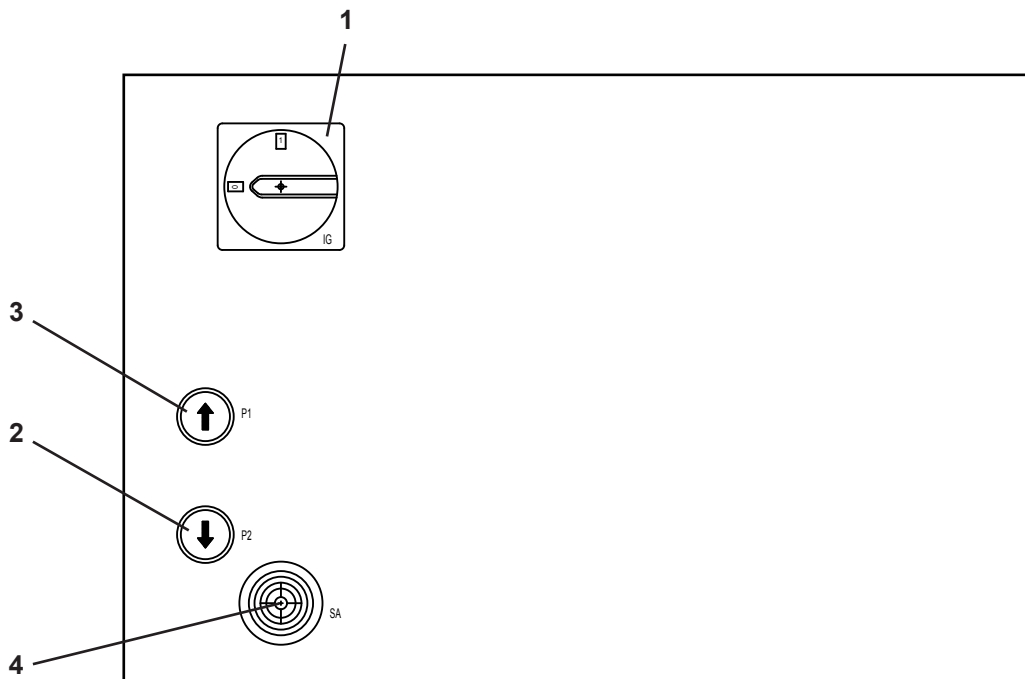

Fig. 30
Salita. (Rif. Fig.30) Interruttore generale (1) in posizione 1. Premere il pulsante di salita (3) fino al raggiungimento dell'altezza voluta.
Up: (Ref. Fig. 30) Master switch (1) in position 1.
Heben. (Zu Abb. 30). Hauptschalter (1) in Schaltstellung "1" setzen. Die Taste "Heben" (3) drücken, bis die gewünschte Höhe erreicht wird.
Montée. (Réf. Fig. 30) Interrupteur principal (1) sur la position 1. Appuyer sur le bouton-poussoir de montée (3), jusqu'à obtention de la hauteur souhaitée.
Subida. (Ref. Fig.30) Interruptor general (1) en posición 1.